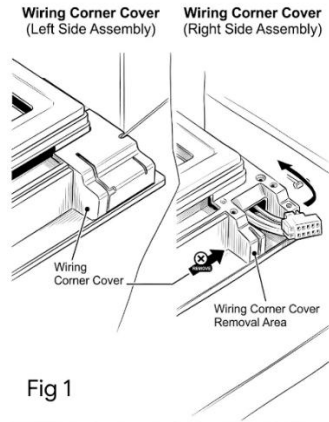

Fig 1
1. Insertar una herramienta fina o sonda en la junta de la cubierta de plástico de la esquina en el lado que contiene el arnés de cableado de la puerta. Levanta suavemente para liberar las lengüetas de plástico. Mueve la tapa de plástico para liberarla de la esquina del marco de la puerta, asegurándote de no tirar ni dañar el cableado expuesto debajo. (Fig. 1)
3. Muévete a la esquina opuesta del marco de la puerta. Usa tu herramienta de palanca para levantar y desenganchar la cubierta decorativa de plástico sólido y en blanco. Lleva la tapa cega hasta la esquina inicial donde primero retiraste la tapa del cableado. Alineala con la ranura vacía del marco de la esquina y presiona firmemente con los dedos hasta que encaje con firmeza, dejando un acabado limpio y sin costuras. (Fig. 1)